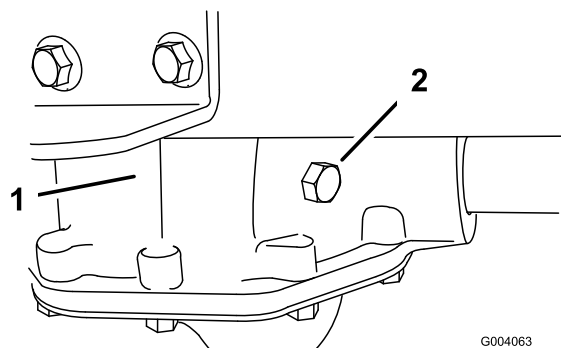

Figure 35
2. Enlevez le boulon de contrôle de la boîte-pont (Figure 35).